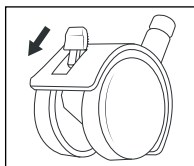

Fig. 6
- ◆ Si desea inmovilizar el aparato en un sitio fijo, presione la palanca de las dos ruedas con palanca de freno 11 hacia abajo para evitar que siga rodando (consulte la fig. 6).